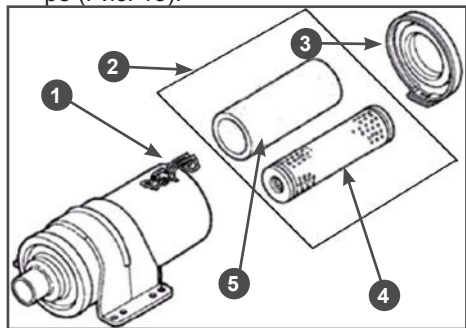

Рис. 15 Обслуживание воздушного фильтра
1. Отстегните защелку 1 и снимите крышку 3 воздушного фильтра (Рис. 15).
2. Извлеките воздушный фильтр 2 в сборе (Рис. 15).
3. Проверьте целостность и чистоту фильтрующих элементов. Поролоновый (предварительный) фильтрующий элемент 5 установлен на корпусе бумажного (основного) фильтрующего элемента 4 (Рис. 15).